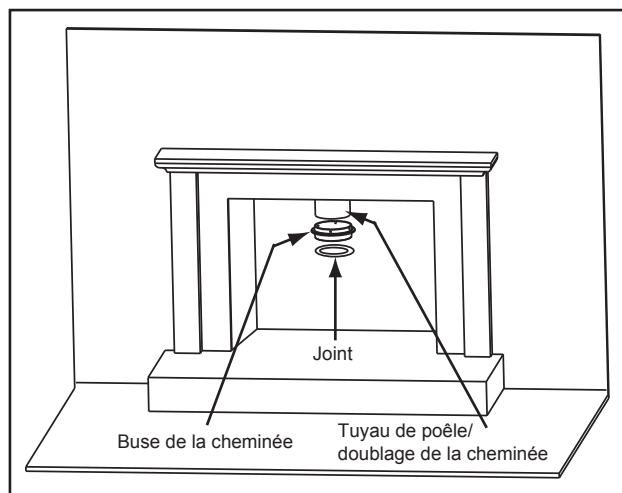

Figure 20.1
1. Il y a 4 trous pré-perçés dans la buse séparés de 90 degrés. Attachez la buse au conduit/doublage du poêle. Si le joint n'est pas en bon état, utilisez du mastic pour hautes températures **Figure 20.1**.